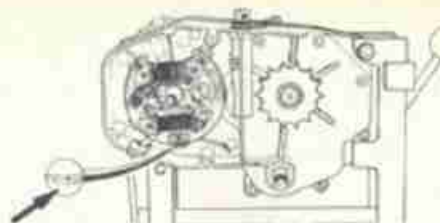

FIG. 10 Segni di riferimento
- 5) **PRIMA** di rimuovere lo statore, fare due segni di riferimento corrispondenti, uno sulla sede nel semicarter e l'altro sulla piastra statore per consentire l'esatto posizionamento all'atto del rimontaggio (fig. 10).